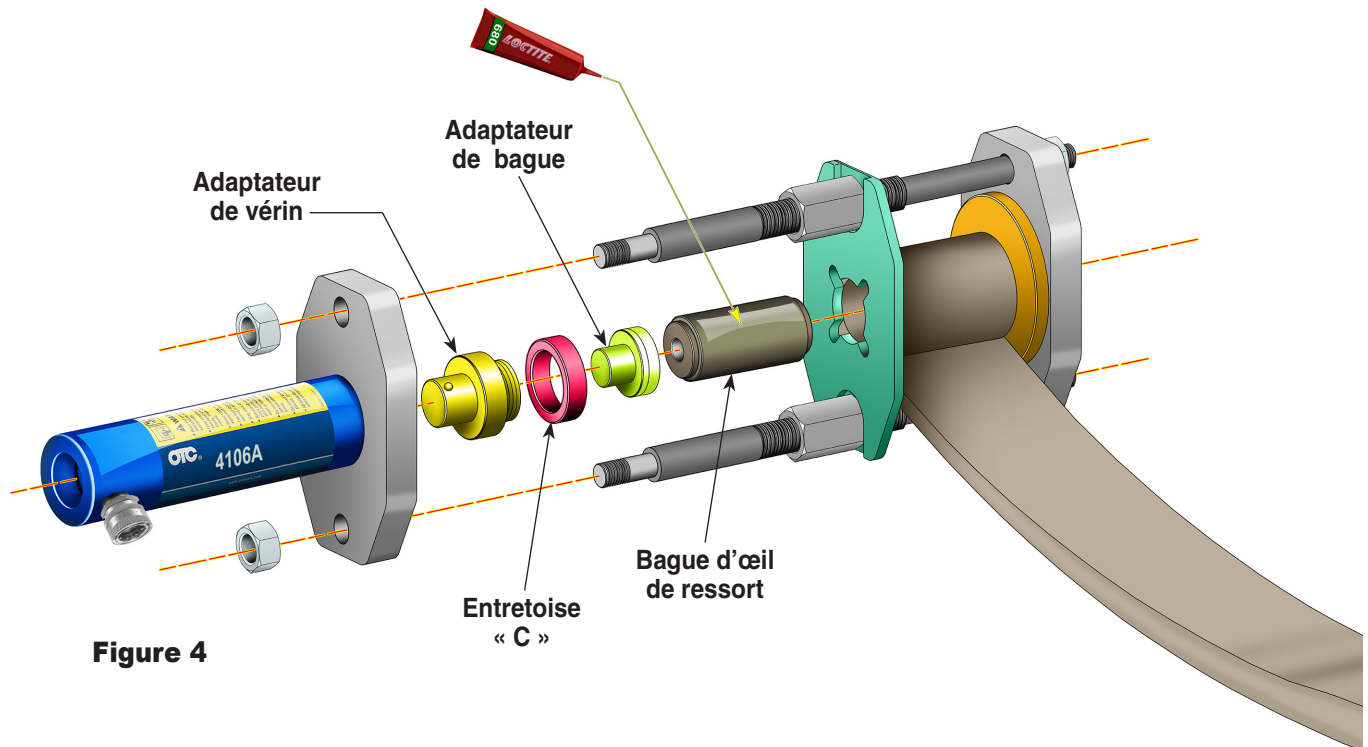

Figure 4
2. Insérez l’adaptateur du vérin dans l’extrémité du vérin, comme illustré sur la Figure 4.